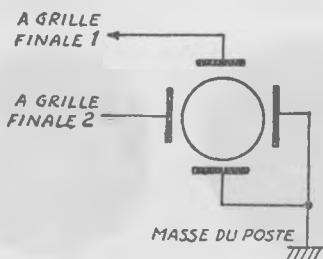

Fig. 11.
*Cas du push-pull.* — Il est très important que les grilles des lampes finales d'un P.P. reçoivent des tensions égales, sans distorsion et exactement déphasées de  $180^\circ$ . Pour vérifier ceci, la méthode la plus simple consiste à réunir une plaque déviateur verticale et une horizontale à la masse du poste, les deux autres plaques étant branchées chacune sur une des deux grilles finales (fig. 11). On supprime le balayage, ainsi que les amplifications verticale et horizontale du scope. On injecte une tension BF et sinusoïdale dans la grille de la préamplificatrice et on pousse le contrôle de volume jusqu'à obtenir un tracé de bonne grandeur.